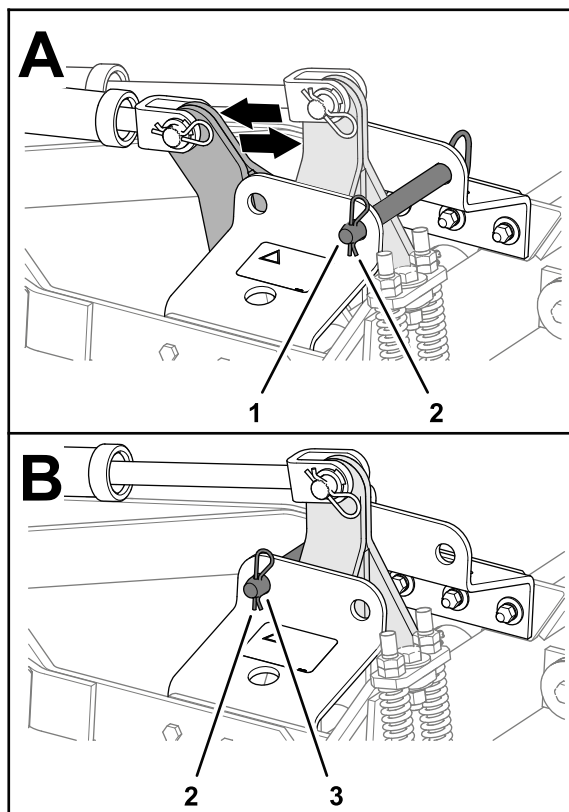

Figure 22
2. Retirez la goupille fendue et insérez la goupille de verrouillage dans les trous arrière (position de rangement/aération) du support de la barre de verrouillage; fixez ensuite la goupille de verrouillage dans le support avec la goupille fendue (Figure 22).
7. Retirez la goupille fendue et insérez la goupille de verrouillage dans les trous avant (position de transport) du support de la barre de verrouillage; fixez ensuite la goupille de verrouillage dans le support avec la goupille fendue (Figure 22).